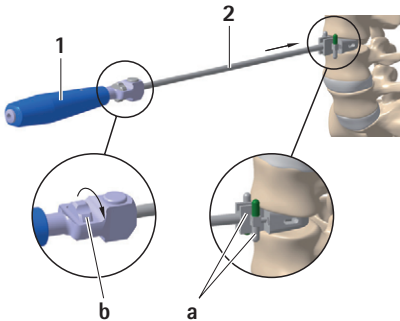

Abb. 1
- ▶ Meißelführung 2 mit gewünschter Implantathöhe und Winkel auf den Griff montieren, 1, siehe Abb. 1.
- ▶ Rad **b** im Uhrzeigersinn drehen und Sicherheitsstopp **a** auf kürzeste Meißellänge einstellen, siehe Abb. 1.
- ▶ Meißelführung 2 mittig in den Bandscheibenraum einführen und Sicherheitsstopp **a** unter Röntgenkontrolle auf gewünschte Meißeltiefe einstellen, siehe Abb. 1.